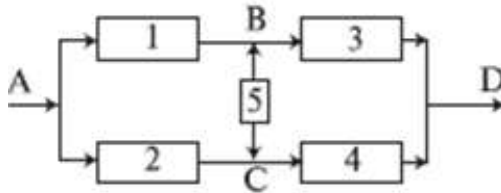

Рисунок 8
1. В якості базового елемента прийемо елемент 5 (рис. 8).
**Задача 31.** Визначити ймовірність безвідмовної роботи пристрою, структурна схема якого зображена на рис. 8, б, якщо відомо, що ймовірності безвідмовної роботи кожного з елементів схеми рівні 0,9.
**Задача 32.** Потрібно визначити ймовірність безвідмовної роботи і середній наробіток на відмову системи, що складається з п'яти незалежних і однакових елементів, з'єднаних за містковою схемою (рис. 8); вважається, що  $\lambda = 0,0005 \text{ год}^{-1}$ ,  $t = 100 \text{ год}$ . і всі елементи починають працювати в момент часу  $t=0$ .